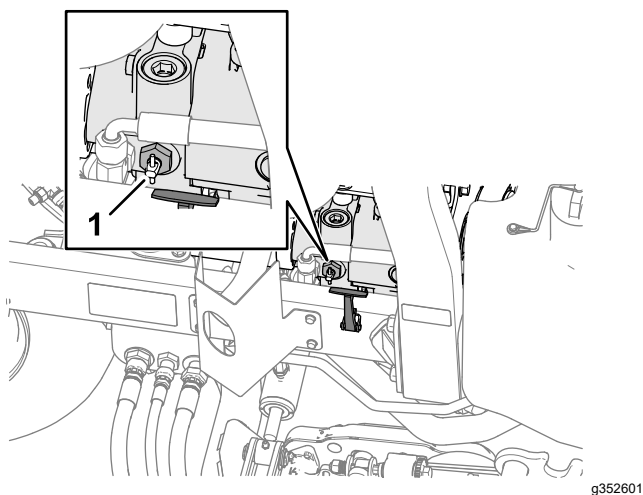

Figura 52
2. Junto al cierre derecho del capó, gire la palanca de la válvula de desvío en la bomba (Figura 52) y gire la válvula 90°.